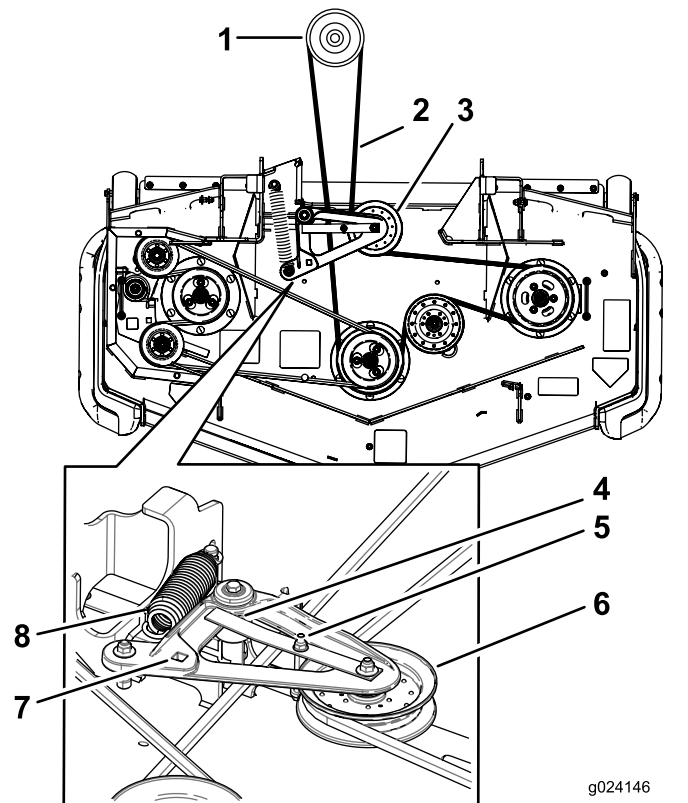

**Рисунок 118**
5. Поднимите панель пола и вставьте ключ с храповым механизмом в квадратное отверстие в натяжном ролике деки (Рисунок 118 или Рисунок 119).
6. Поверните натяжной ролик деки по часовой стрелке, поднимите за выступ направляющей ремня (только на машинах с задним выбросом) и снимите ремень газонокосилки (Рисунок 118 или Рисунок 119).